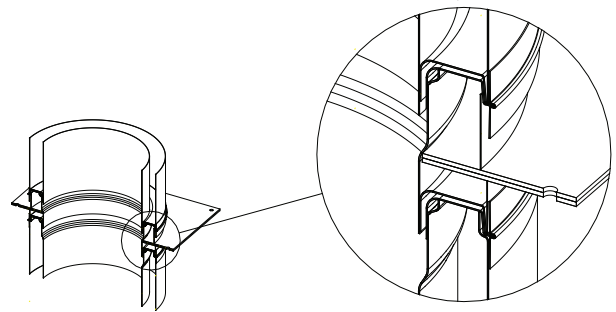

Figure 20 - Plaque de fixation avec longueur (APL)
1. Utilisée pour la même application qu'une plaque de fixation (AP).
2. Elle est composée d'une plaque d'ancrage intégrée à une longueur ayant une hauteur effective de 3 3/4" (voir **Figure 20** pour détail de la pièce).
3. Contrairement à la plaque de fixation (AP), la plaque de fixation avec longueur (APL) ne requiert aucun collier de retenue (et la quincaillerie qui l'accompagne) pour son installation. Elle est donc est plus facile et plus rapide à installer.